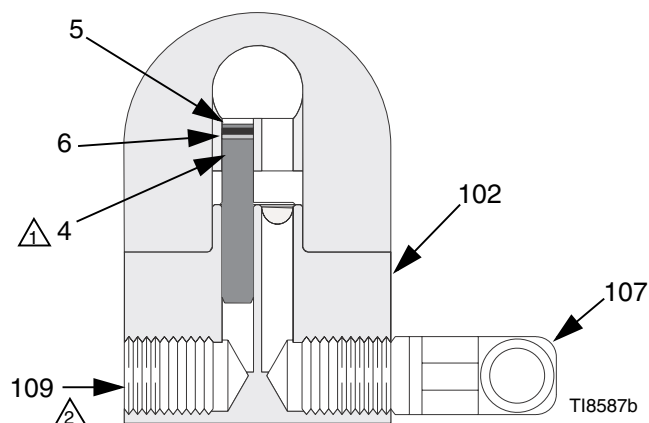

FIG. 1: Niet circulerende opstelling (doorsnede-aanzicht)
Het pistool wordt geleverd met een interne materiaalplug (4). Zie FIG. 1. Om het pistool in een circulatiesysteem te gebruiken moet u de interne plug verwijderen. Laat in een niet-circulerend systeem de plug zitten om de doorspoeltijd zo minimaal mogelijk te houden.
1. Breng zelfhechtend smeermiddel 222955 aan op de schroefdraad en de corresponderende oppervlakken van het verdeelstuk (102), de plug (109) en het kniestuk (107) die ongeassembleerd zijn meegeleverd.
2. Installeer een kniestuk (107) in de ene materiaalpoort van het verdeelstuk (102) en een plug (109) in de andere poort.
3. Installeer de interne plug (4) in de materiaalpoort van het pistool aan dezelfde kant als de plug van het verdeelstuk.
4. Sluit de materiaaltoevoerleiding aan op het kniestuk van het verdeelstuk (107). Zie FIG. 1.
5. Installeer het pistool weer op het verdeelstuk met behulp van de vier schroeven (14). Draai alle vier de schroeven gedeeltelijk in; draai de voorste twee schroeven eerst vast en vervolgens de achterste twee. Draai alle vier de schroeven gelijkmatig aan tot 65 in-lb (7,3 N•m).